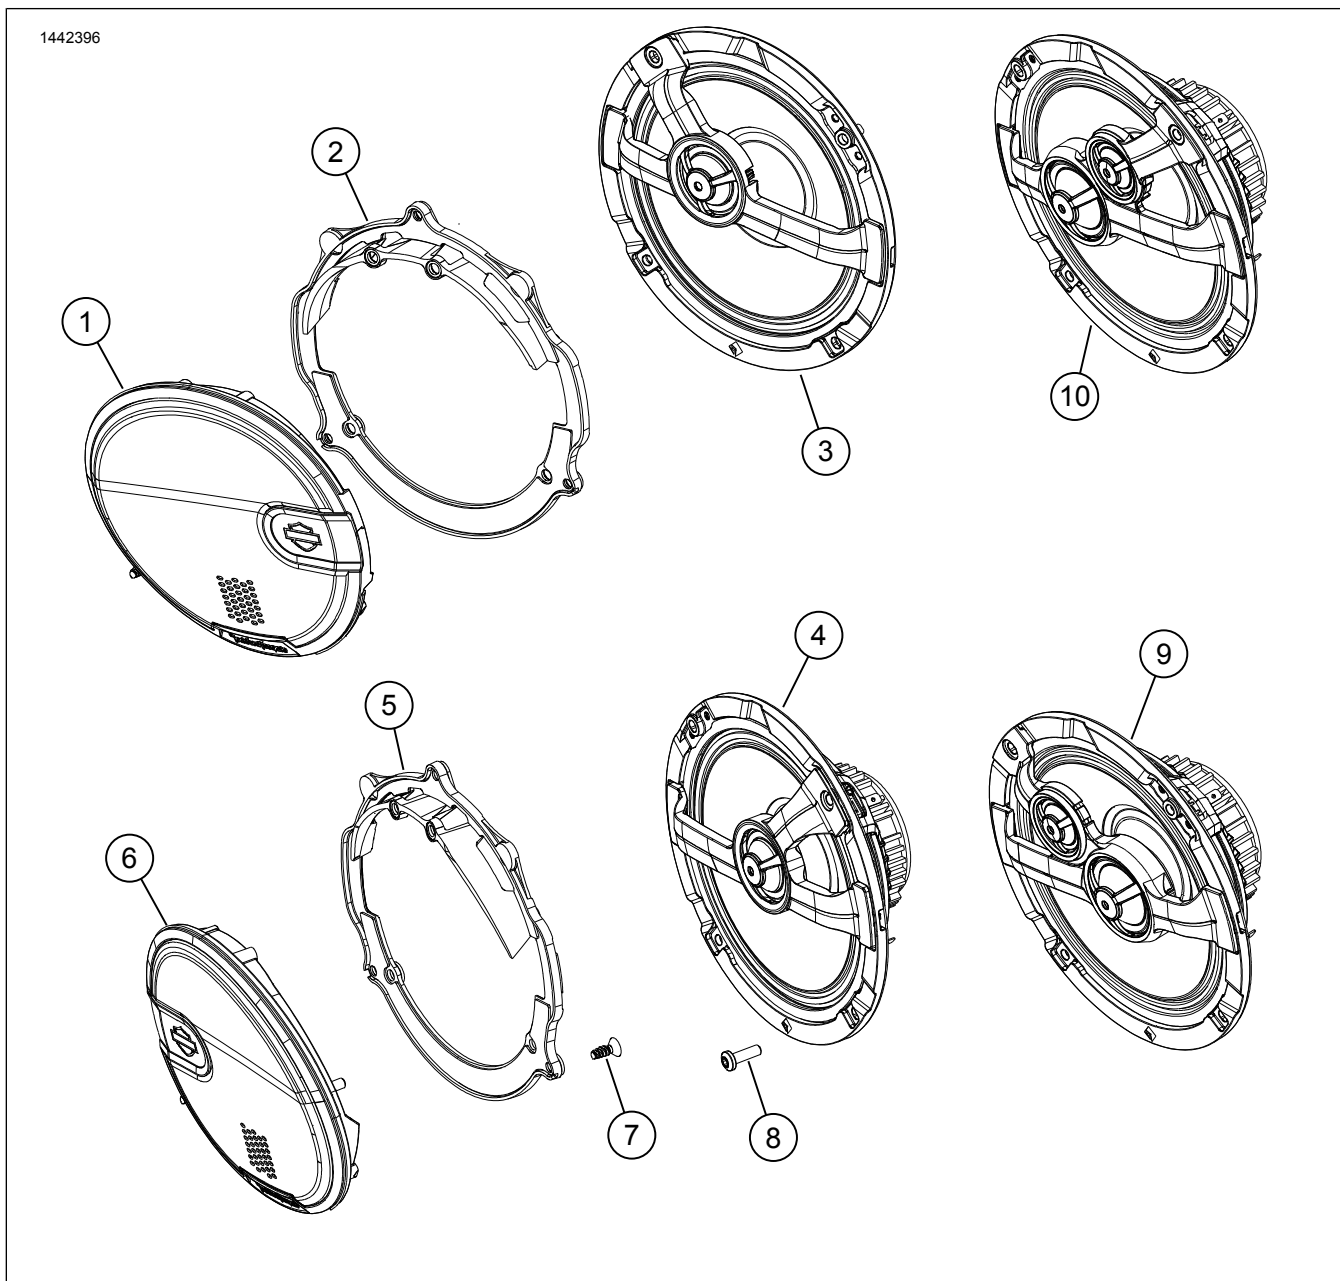

Figura 4. Peças de reposição, kit de alto-falantes da carenagem dianteira Boom! Audio 6,5 pol.
Veja Figura 4 . As **novas** grades dos alto-falantes são específicas para cada lado. Os logotipos Bar e Shield são voltados para a parte interna.
1. Veja a figura 4. Instale o conjunto correto da grade do alto-falante (1 ou 6).
2. Veja a figura 4. Instale o alto-falante (3, 4 ou 9, 10) na caixa.